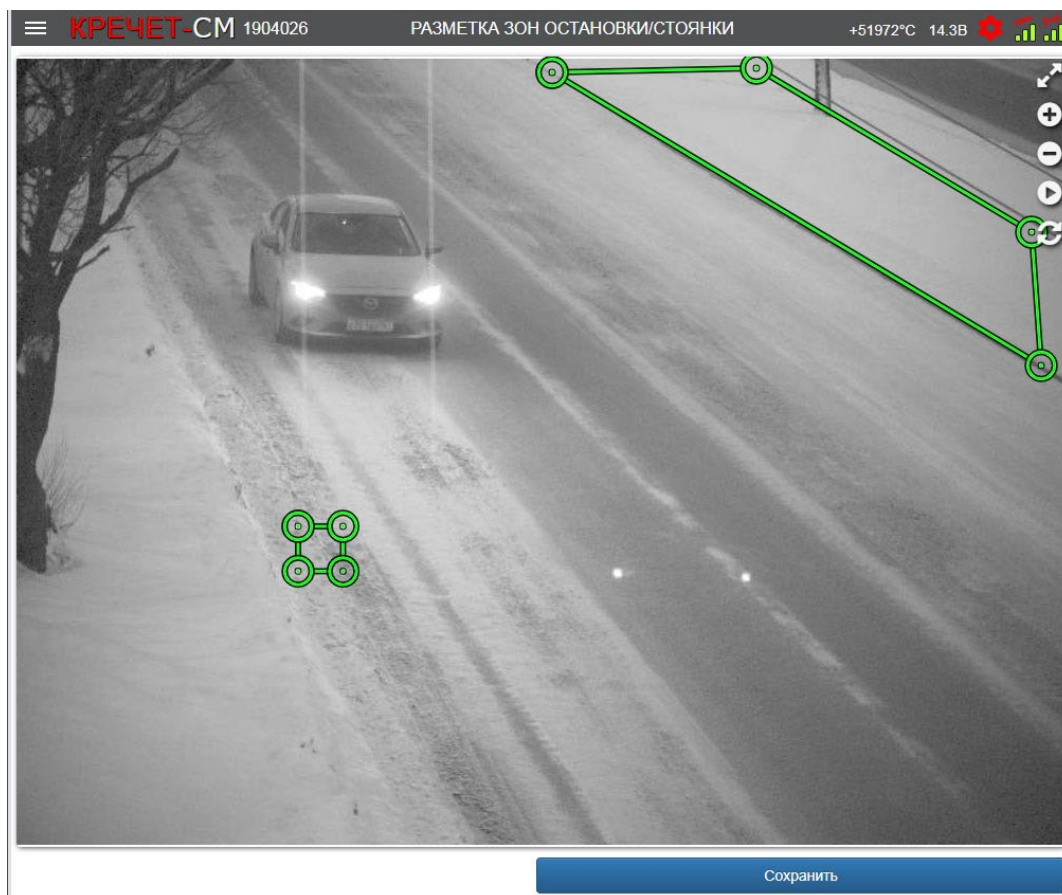

Рисунок 52 — Разметка зон Остановки / Стоянки
6.7.7.1 На странице РАЗМЕТКА ЗОН ОСТАНОВКИ / СТОЯНКИ Выполните двойной щелчок левой кнопки мыши на дорожном полотне или ландшафте — примерно в той области, где требуется разместить зону. Появится четырехугольник зеленого цвета с точками разметки в вершинах (Рисунок 52, слева).
6.7.7.2 Кликнув левой кнопкой мыши и удерживая ее нажатой на каждой из четырех вершин четырехугольника, растяните его до необходимой конфигурации зоны Остановки / Стоянки (Рисунок 52, правый верхний угол).